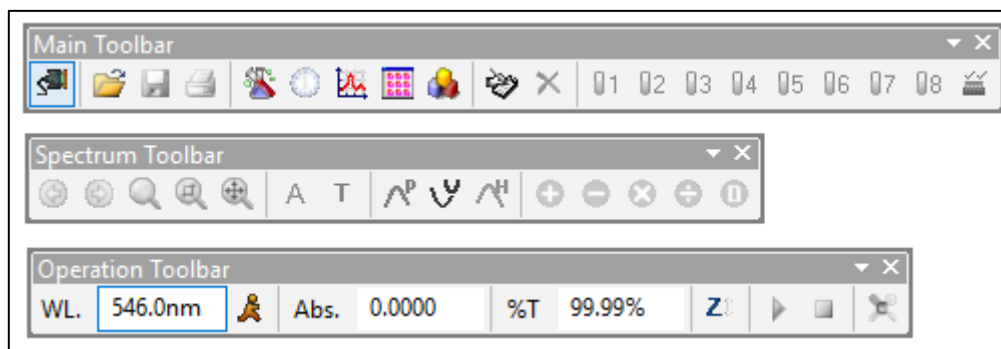

Fig. 3.2-2 Barra degli strumenti
- Barra degli strumenti (menu ad icone) (Fig.3.2-2);